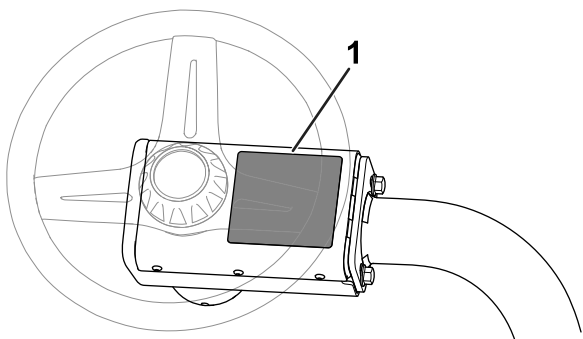

図 17
- **CE 警告デカル** CE 警告デカル P/N 139-8321 を、既存の警告デカル P/N 139-8320 の上から貼り付ける 図 17 を参照。